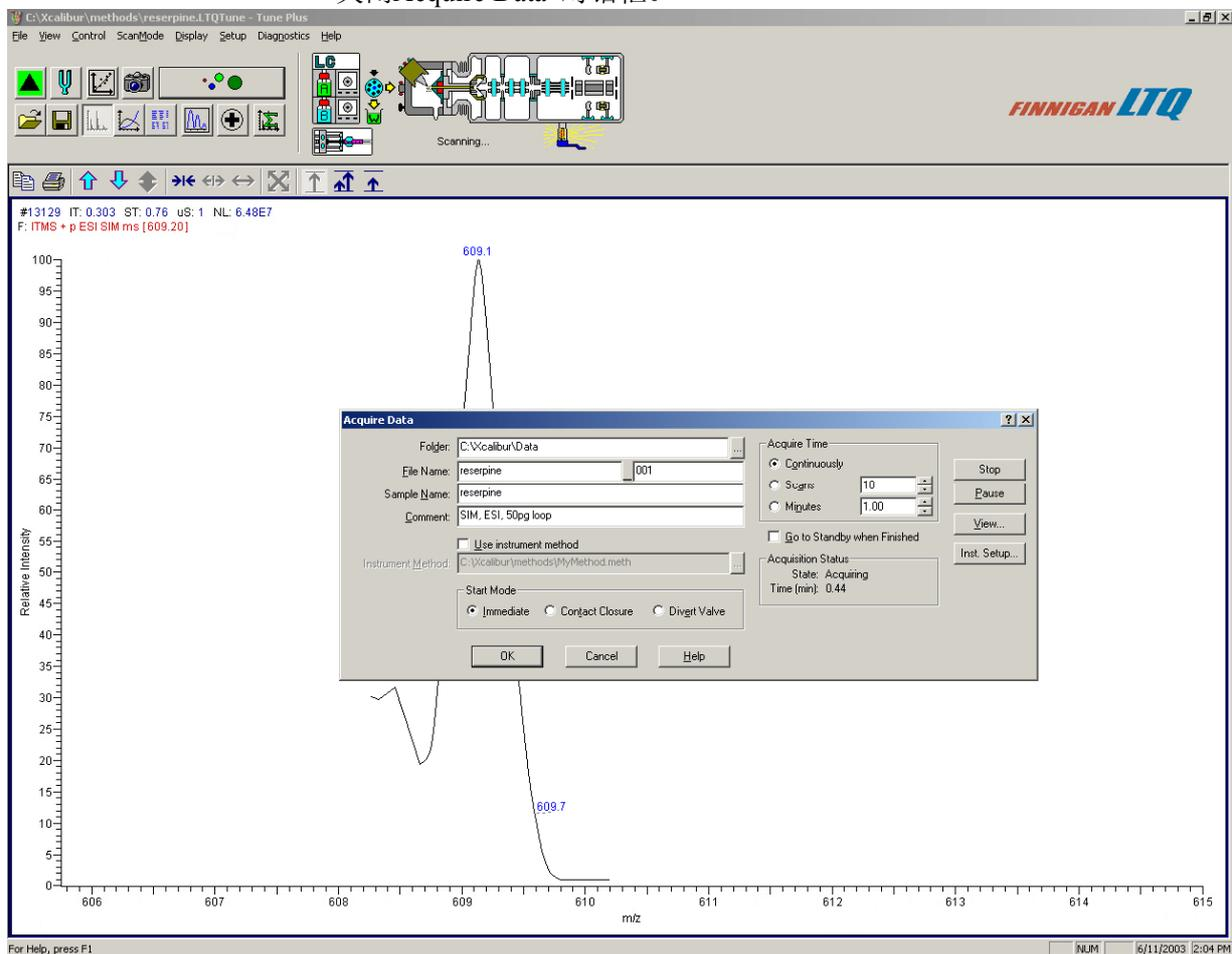

图5-12. Tune Plus 窗口, 图中所示是用loop环注射样品分析得到的利血平的SIM质谱图
- 12. 在 **Spectrum view** (质谱图查看) 页面, 观察利血平 (或你感兴趣的分析样品)(m/z 609.2)的峰, 看图 5-12. 当你做下一次注射前等1分钟。(看下边的第13.b步骤, below).